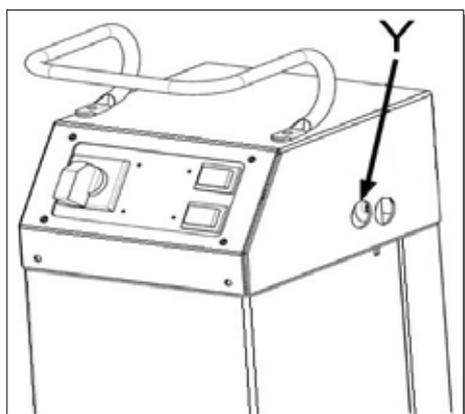

Fig. 6:
- Svitare le viti che fissano la calotta della centralina e rimuovere la stessa. (v. Fig.6)